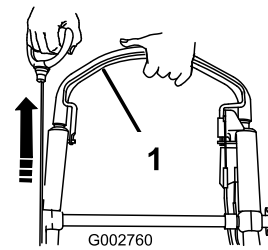
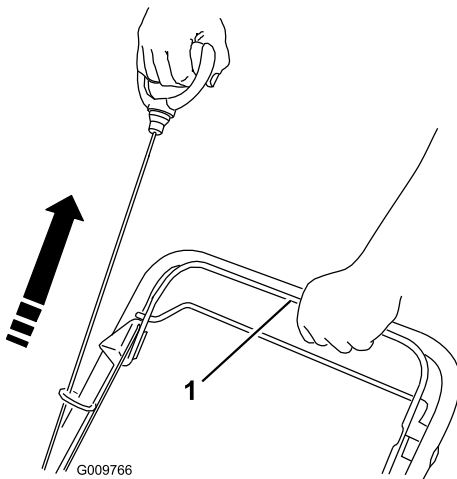

Bild 23
Bild 22
2. Drücken Sie den Schaltbügel zum Bügel und ziehen Sie am Rücklaufstarter (Bild 22 oder Bild 23)